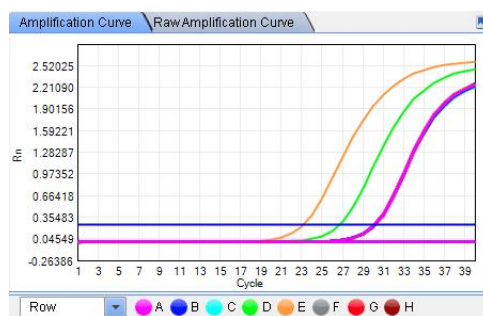

Fig 7-13
- **Curbe de amplificare:** arată curba de amplificare normalizată și linia pragului de fluorescență. Pentru a ascunde linia de prag, faceți clic pe meniul **Preferințe** și deselectați **"Afișați linia de bază pe diagrama curbei de amplificare"** în **Opțiuni grafice**. Dacă în diagramă sunt afișate curbe ale unei singure ținte, utilizatorilor li se permite să modifice valorile pragului trăgând linia de prag (Fig 7-13).